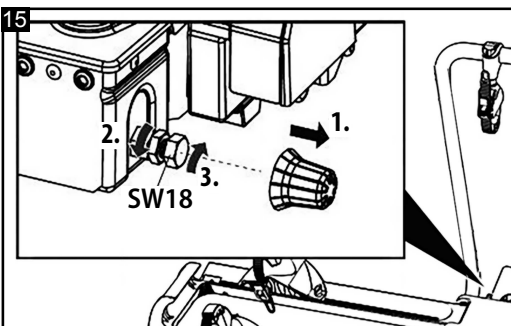

Figure 15: régler la fermeture rapide
- Desserrez légèrement le contre-écrou (figure 15).
- Vissez la vis de réglage d'un quart de tour (figure 15).